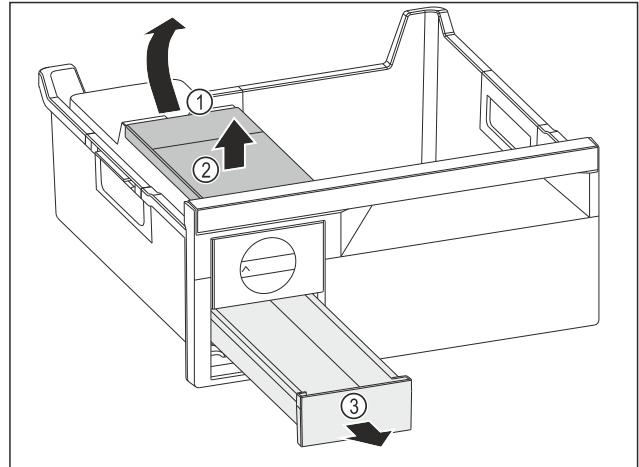

Fig. 85
- Wassertank entnehmen: Wassertank an der Aussparung Fig. 85 (1) anheben.
- Wassertank Fig. 85 (2) nach oben entnehmen.
- Eiszapfenschubfach Fig. 85 (3) nach vorne entnehmen.